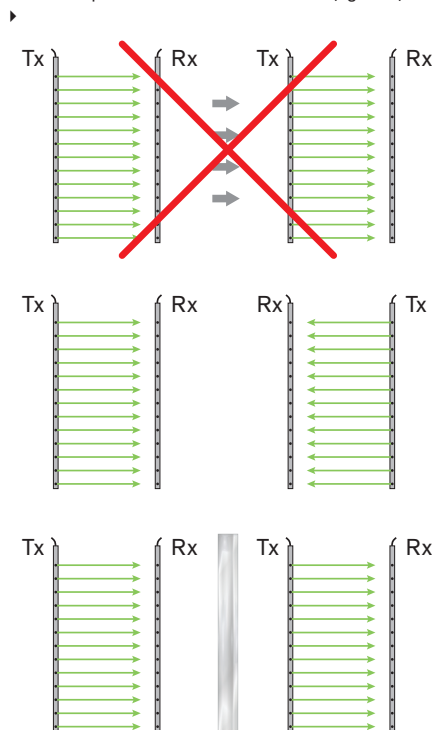

Figura 6: Posizionamento di più barriere luminose
- ▶ in caso di utilizzo di più barriere luminose una vicino all'altra, la luce di emissione non giunga al ricevitore di un altro sistema. In alcune circostanze è possibile che le barriere luminose si influenzino a vicenda; pertanto, negli ascensori dotati di porta montacarichi, le barre di trasmissione e ricezione di entrambi gli accessi devono essere posizionate in modo alternato (figura 6).